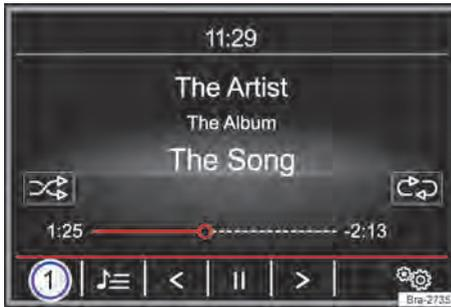

Fig. 119 Menu principal MEDIA.
- **OU:** tocar na superfície de função → Fig. 119 ⓑ e selecionar a fonte de mídia desejada.